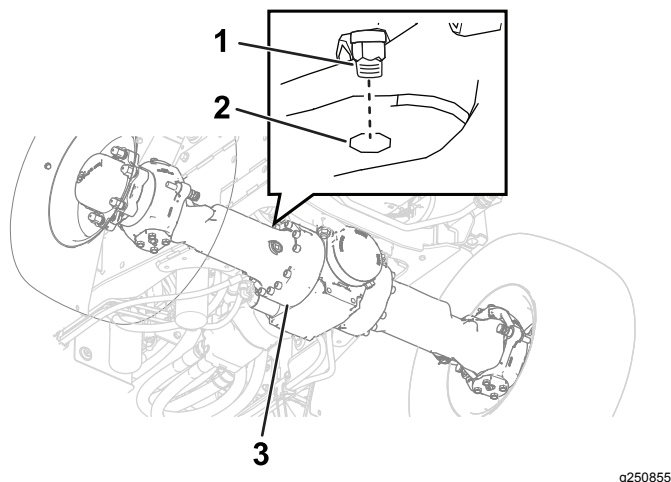
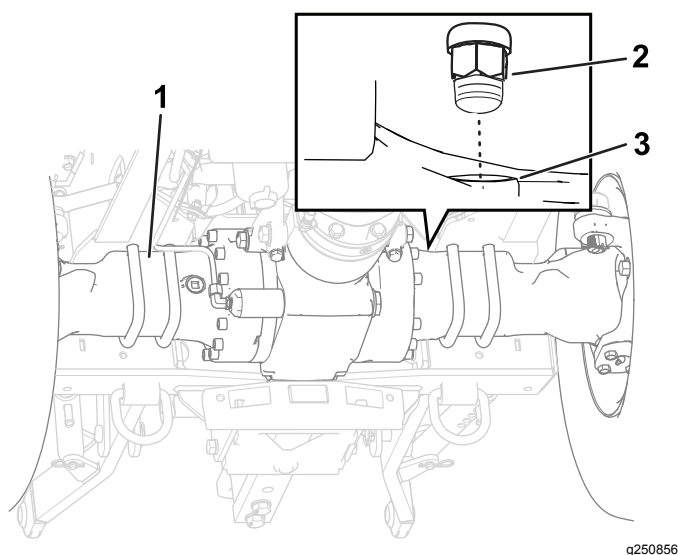

Рисунок 101
Рисунок 102
1. Очистите поверхность вокруг сапунов с помощью очищающего растворителя (Рисунок 101 и Рисунок 102).
2. Снимите сапуны с переднего и заднего мостов (Рисунок 101 и Рисунок 102).
5. Установите сапуны в передний и задний мосты (Рисунок 101 и Рисунок 102).